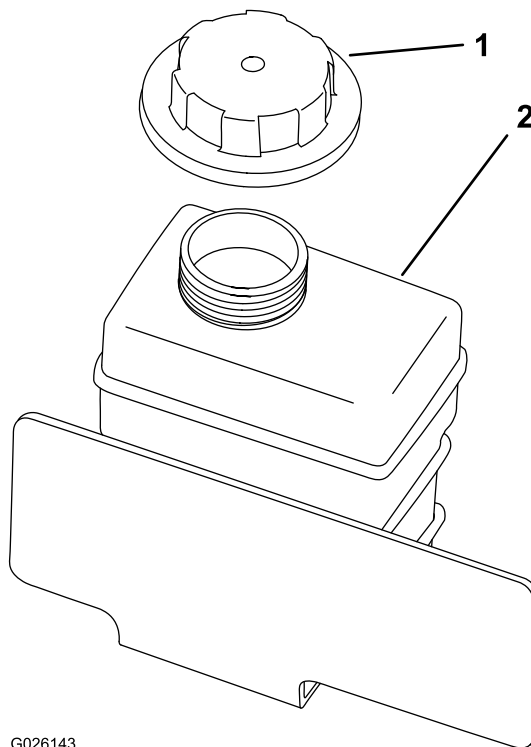

图 55
4. 卸下备用储液箱盖图 55。
8. 缓慢向储液箱加注冷却液直至液位达到加油颈底部图 55。
9. 安装储液箱盖图 55。